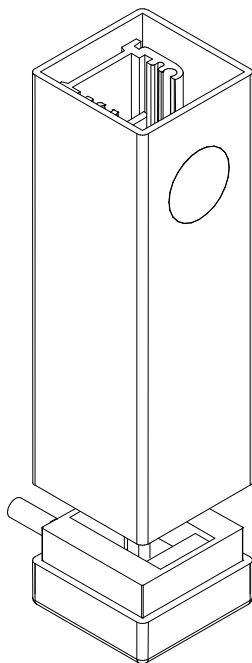

Fig. 4
- Inserire la scheda all'interno del box in acciaio inox sfruttando le guide del profilo di alluminio presente internamente (Fig. 4).
- Die Karte in Aluminiumführungen in der Box aus rostfreiem Stahl einschieben (Abb. 4).
- Introducir la tarjeta en la caja de acero inox, utilizando las guías del perfil de aluminio presente en su interior (Fig. 4).